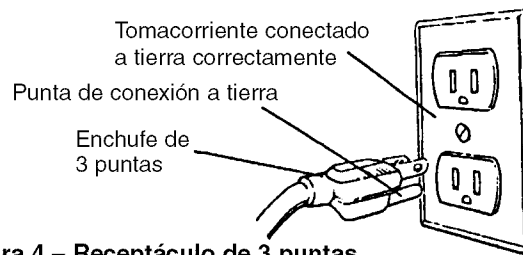

Figura 4 – Receptáculo de 3 puntas
- Esta herramienta viene equipada con un cordón de 3 conductores, aprobado, con capacidad de 300V y con un enchufe de 3 puntas del tipo de conexión a tierra (vea la Figura 4) para su protección en contra de los peligros de choque eléctrico.
- El enchufe de conexión a tierra se debe enchufar directamente en un receptáculo de conexión a tierra de 3 puntas, conectado a tierra e instalado correctamente, como se muestra (Figura 4).